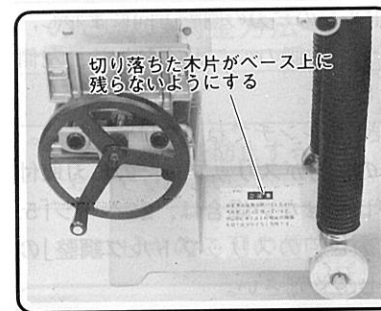

図 18
- ・木片がベース上に残ったまま使用すると木片が飛散し、機械を損傷させるだけでなくけがの原因になりますので、常によく取り除いてください。(図18参照)
- (2) ベース上にたまった切りくずを定期的に取り除いてください。(図18参照)